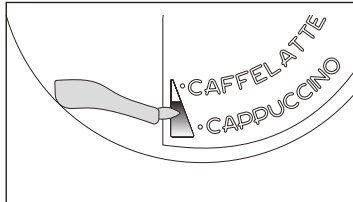

Fig. 41
- Coloque el regulador de espuma de leche (C1) entre las palabras CAPPUCCINO y CAFFELATTE impresas en la tapa del recipiente de la leche. La cantidad de espuma puede ajustarse moviendo el regulador hacia la palabra CAFFELATTE para que la espuma sea más densa. Moviéndolo hacia la palabra CAPPUCCINO la espuma será menos densa (Fig. 41).